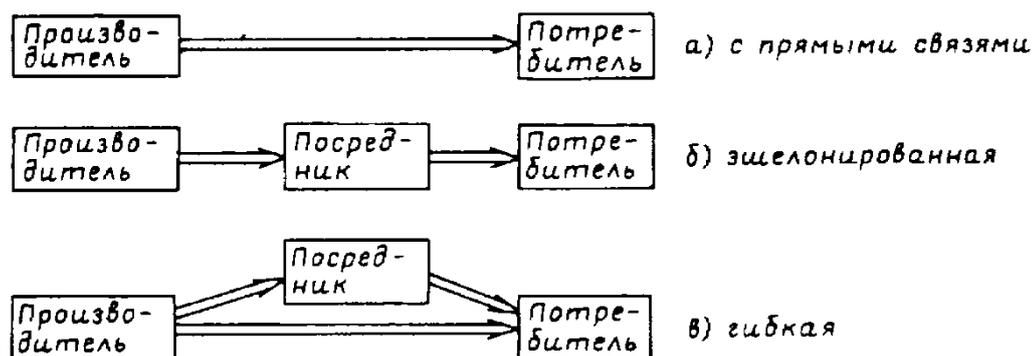

Рис. 3. Принципиальные схемы логистических систем различных видов
1. Логистические системы с прямыми связями, в которых материальный поток проходит непосредственно от производителя продукции к ее потребителю, минуя посредников (рис. 3, а).
2. Эшелонированные логистические системы. В таких системах на пути материального потока есть хотя бы один посредник (рис. 3, б).
3. Гибкие логистические системы. Здесь движение материального потока от производителя продукции к ее потребителю может осуществляться как напрямую, так и через посредников (рис.3, в).